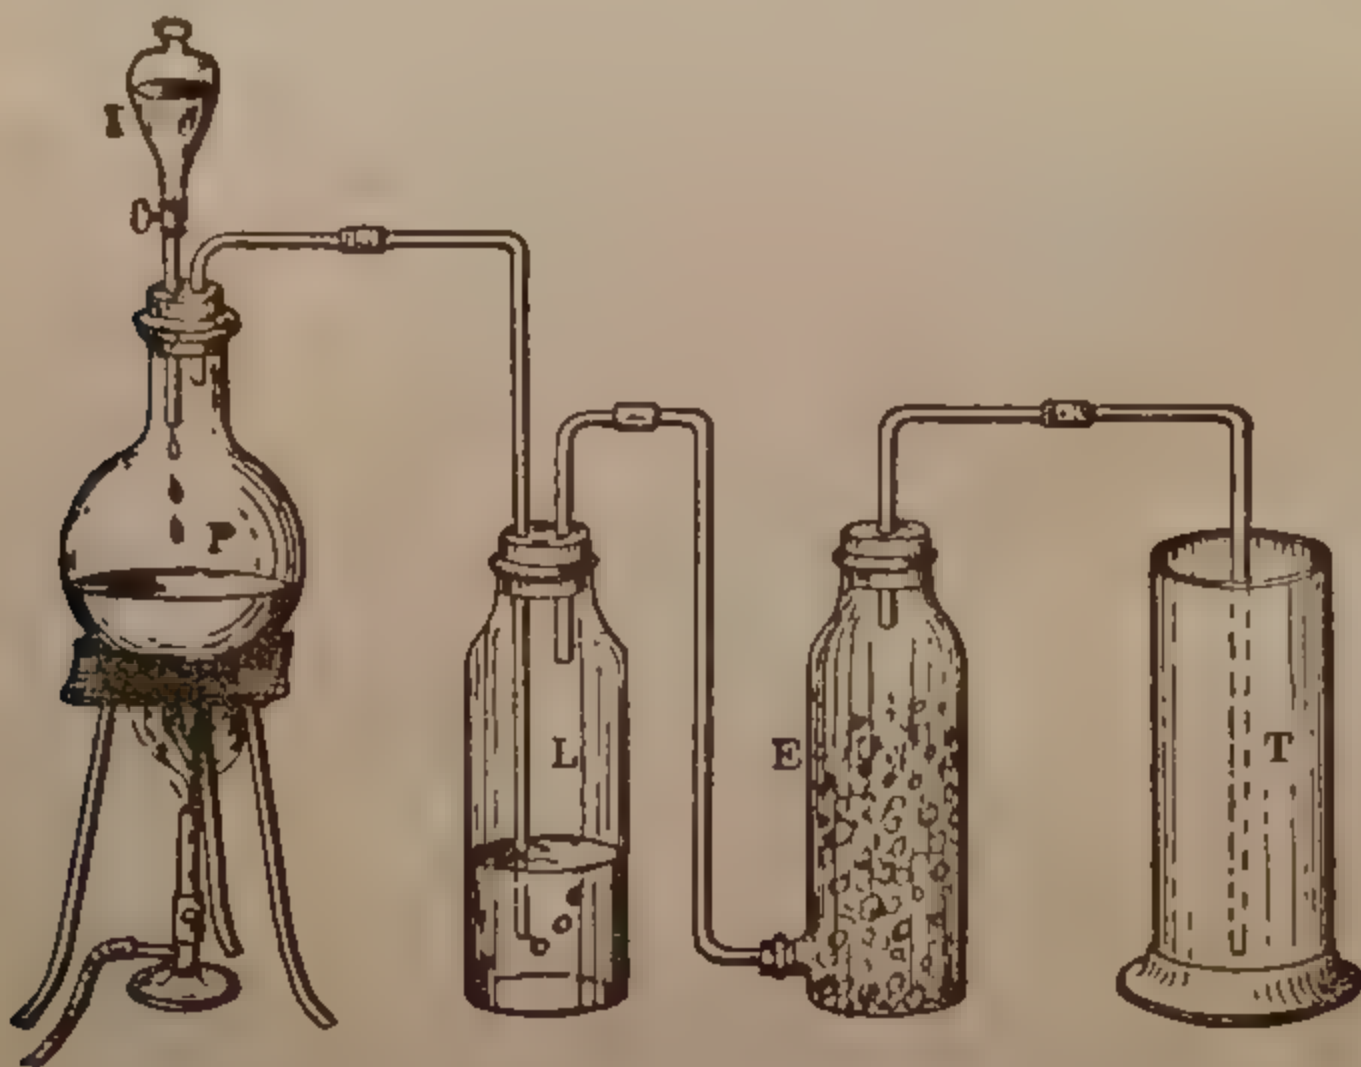

FIG. 90. - Apparecchio per preparare il cloro.
**PREPARAZIONE.** — 1° In laboratorio il cloro si ottiene scaldando in un pallone (fig. 90) una miscela di biossido di manganese MnO2 e soluzione di acido cloridrico HCl; il cloro che si sviluppa prima si fa gorgogliare nell'acqua per lavarlo, poi si fa passare in una bottiglia contenente sostanze igroscopiche per essiccarlo, e quindi si può raccogliere in un tubo, poichè essendo più pesante dell'aria questa viene spostata. La reazione avviene secondo la seguente equazione: